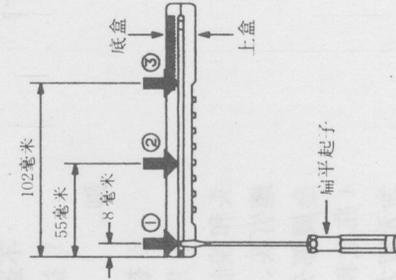

图 8
2. 从上盒上取下盒。拆解时, 如图所示, 先将扁平起子插入缝隙内。起子插入的位置请见图 8 的说明。